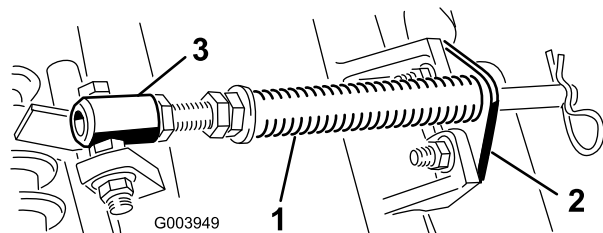

Figura 4
- A. Togliete i due bulloni a testa tonda e i dadi che fissano la staffa dell'asta alle alette degli elementi di taglio (Figura 4).
- B. Togliete il dado flangiato che fissa il bullone del tubo della molla all'aletta del telaio portante (Figura 4) e staccate il gruppo.
**Nota:** Posizionate la testa del bullone sul lato esterno dell'aletta, come illustrato nella Figura 4.